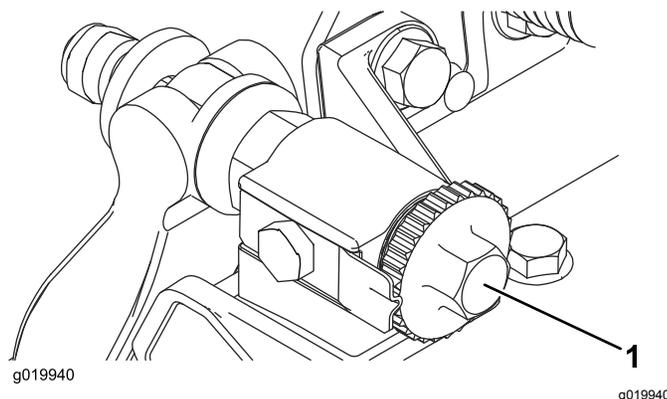

Рисунок 8
2. Поверните регулировочные винты планки неподвижного ножа против часовой стрелки, чтобы планка не касалась барабана (**Рисунок 8**).